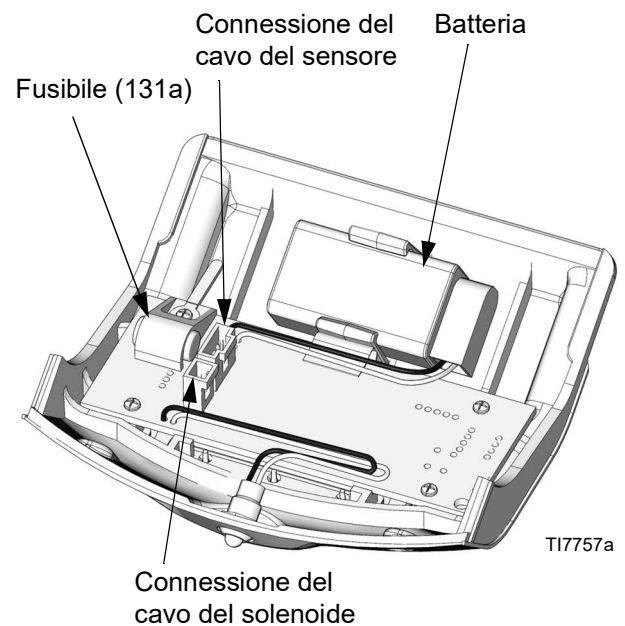

FIG. 5. Posizione del fusibile e della batteria del DataTrak
2. Scollegare il solenoide di fuorigiri e i cavi del sensore dalla scheda del modulo. Vedere FIG. 5.
3. Portare il modulo DataTrak (131) in una posizione non pericolosa.